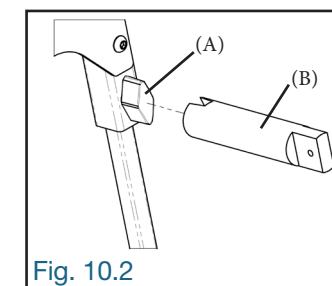

Fig. 10.2
NOTE : Si vous avez de la difficulté à atteindre ou serrer fermement un bouton de blocage (A) pour l'ajustement, utilisez l'outil de serrage (B) prévu à cet effet (Fig. 10.2).